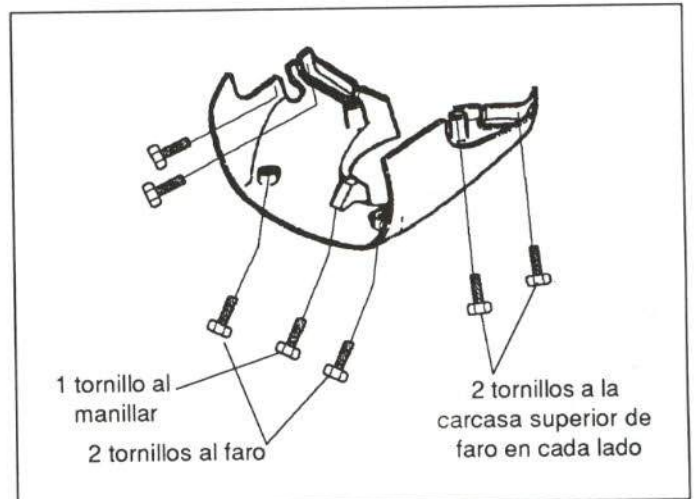

Figura 18.- Fijación de la carcasa inferior de faro
- Soltar carcasa inferior de faro (figura 18)
En la figura 18 se muestra su unión.
- Carcasa inferior de faro (figura 18)